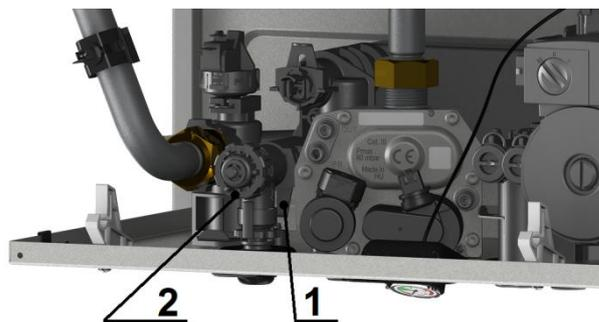

Рис. 20 Демонтаж предохранительного клапана
- извлечь фиксатор (1), см. рисунок 20, и вытащить на себя и вверх предохранительный клапан (2) из насоса;